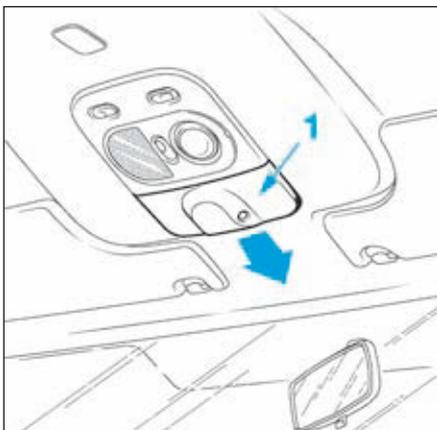

FIG.42
- Déclipper la coiffe de console (1) (Fig.42) en la poussant vers l'avant.